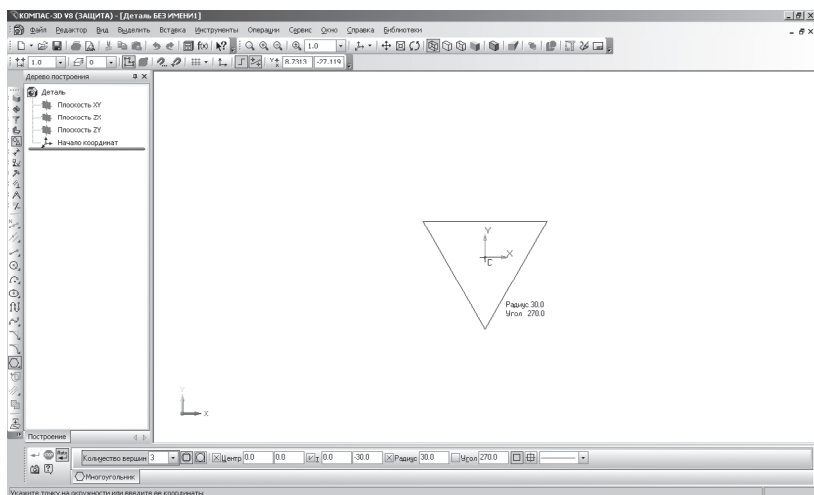

Рис. 126. Создание эскиза основания
- ортогональное черчение. Расположите треугольник, как показано на рис. 126;